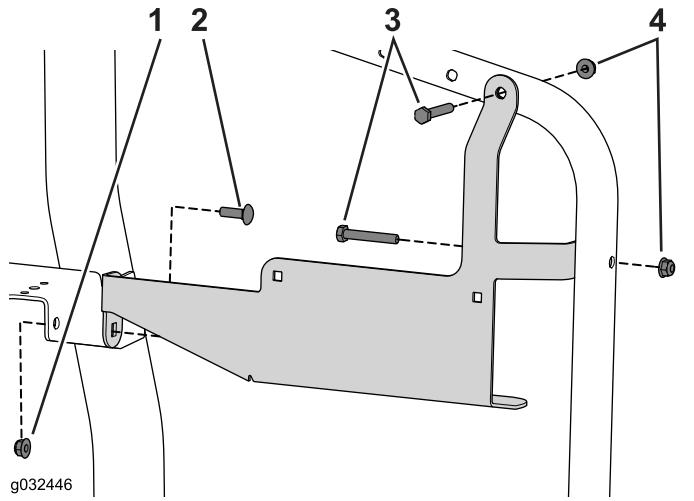

Bild 30
1. Befestigen Sie die Halterung mit den drei Schlossschrauben (5/16" x 1") und drei Bundmuttern am Rahmen (Bild 30).